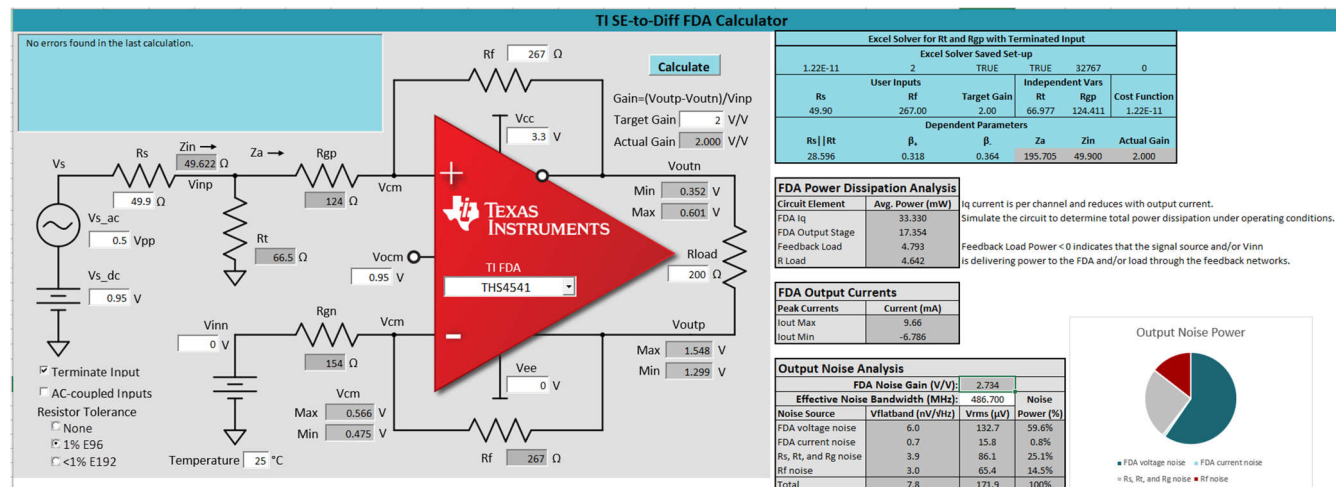
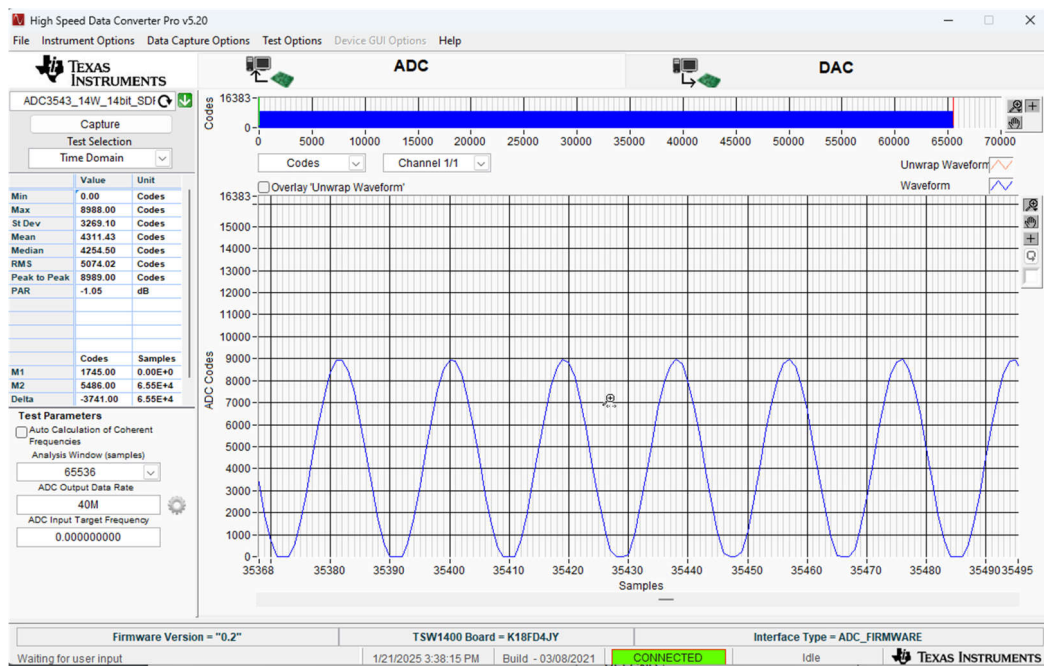
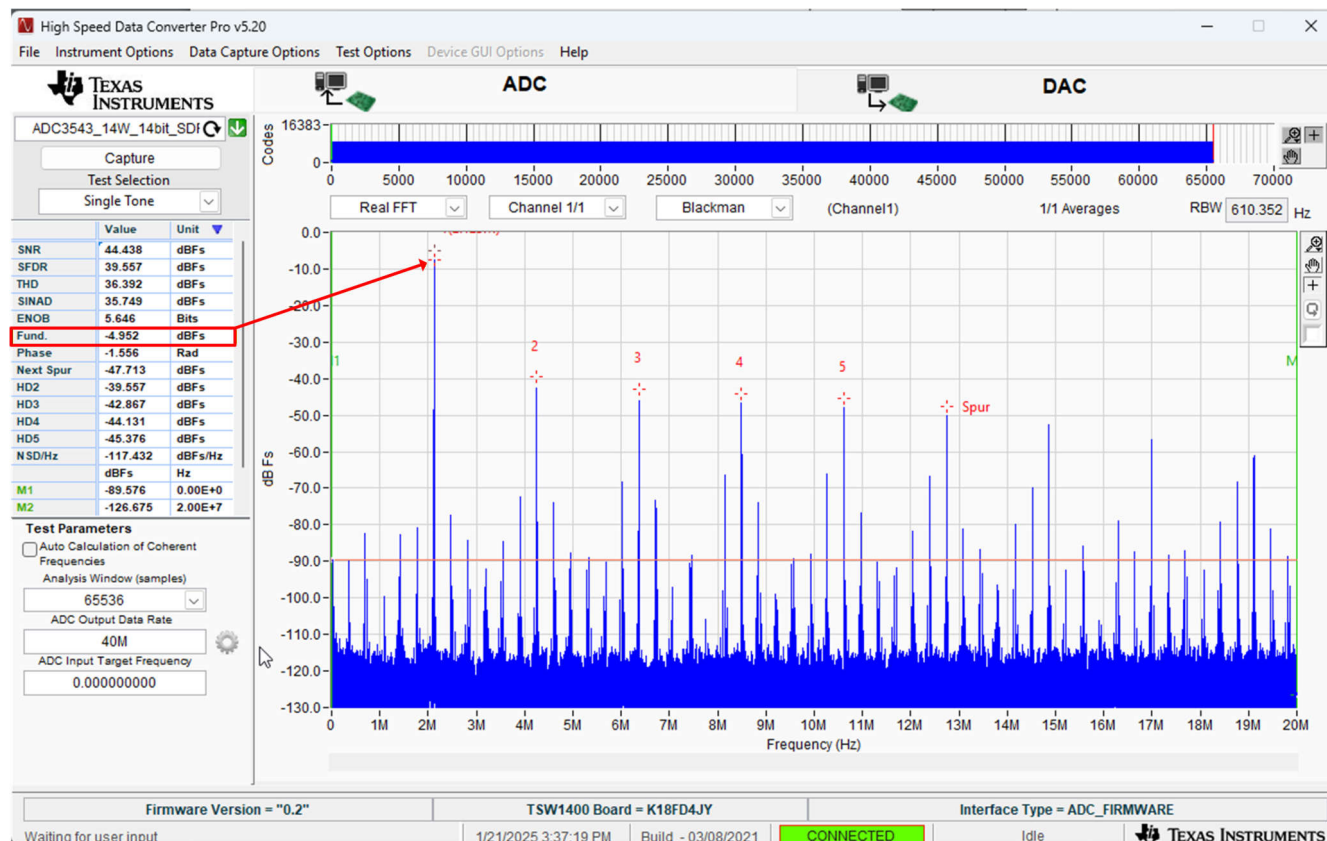

図 4-1. THS4541 を使用した FDA カリキュレータの例、SE 入力から DIFF 出力へ (図)
図 4-2. FDA の出力同相電圧のバランスが P 出力と N 出力の間で取れていないため、ADC からのアナログ入力信号キャプチャがシフトされる
図 4-3. HSDCPro の出力スペクトルは、同相モードのバランスが不十分のためクリッピングを起こす
この特定のカリキュレータの詳細については、図 4-1 を参照してください。これにより、DIFF 入力と DIFF 出力の両方の構成と、SE 入力から DIFF 出力への構成が可能になります。
特に FDA がシングルエンド入力と差動出力で構成されている場合について、最後に注意が必要な点はいくつかあります。再度図 4-1 を参照してください。両方の FDA 入力が不均衡になるよう、意図的に異なる抵抗値で終端されています。これは、この構成で強制的に同相モード電流のバランスを取るためです。したがって、アンプの信号入力に追加の  $R_t$  値が必要となります。また、1 つの入力のみを使用する場合にこのインピーダンスのバランスを取るため、 $R_{gp}$  および  $R_{gn}$  の値はわずかに異なる設定となっています。これが正しく行われていないと、これらの同相モード電流はキャンセルされず、出力の電圧が等しくならない場合があります。この良好な回路が不具合を起こした場合にどのような結果が現れるかを説明します。図 4-2 を参照
この不具合を回避するには、SE から DIFF へのアプローチに関するデータシートで推奨されている計算式の例を参照するか、TI.com でこの便利なカリキュレータを使用してください (図 4-1 を参照)。この手順を取らない場合、事実上、FDA の出力と ADC の入力の間で VCM をめぐる競合状態が発生します。これらの DC 同相モード値は、2 つのデバイス間で完全には一致しません。したがって、この 2 つのデバイスは互いを相手に「競合」を始め、常にそれぞれが必要とする DC 値を満たした所で落ち着きます。どちらが優位に立ったとしても、この回路は健全ではなく、FDA/ADC のコンボが、自らをスペクトルで正しく表現することができなくなります (図 4-3 を参照)。
ADC の VREF ピンに近づかないようにするか、データシートを確認してください。このタイプの注釈がある大部分のピンは、外部のアンプ フォロウ構成によってバッファされない限り、VCM バイアスを供給する機能はありません。VREF ピンは、コンバータ内のすべての内部リファレンス バイアスを設定することに注意してください。これは、コンバータの入力フルスケールの機能でもあります。VREF ピンの使用法が不適切な場合（負荷がかかった場合など）、意図せずコンバータの入力フルスケール レンジがシフトして、図 4-2 や図 4-3 に示すようなシナリオも発生する可能性があります。したがって、システムの全ダイナミック レンジが制限されます。要するに、可能な限り VREF ピンには手を加えないでください。
- FDA と ADC を選択したら、上記のスプレッドシートまたは FDA および ADC のデータシートをそれぞれ参照し、電圧同相モードとの互換性があるかどうかを確認するのが最適です。図 4-1 に示すように、FDA は SE 入力と DIFF 出力用に構成されており、ADC のアナログ入力の +0.95V の同相電圧ニーズを満たすために、3.3V の電源のみを必要とします。このステップは、前のステップのスプレッドシートで FDA と ADC を絞り込むことで実行可能になります。つまり、このステップは、適切なダブルチェックとして機能します。